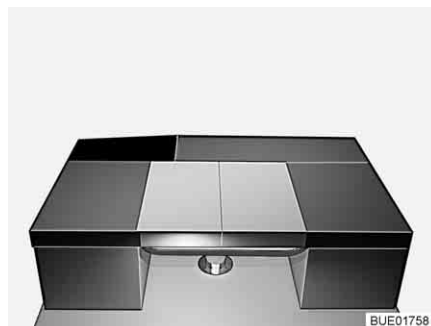

Bild 143 Efter ombyggnaden
- Lägg sidosittbänkens ryggdyna längs på bordet (se Bild 143).